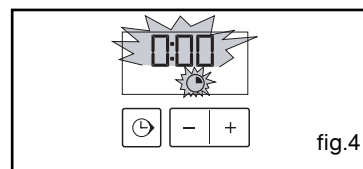

fig.4
- Indikatoren for bage- og stegetid angiver 0:00 og begynder at blinke (fig.4).